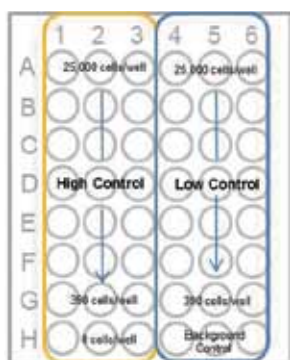

図3 細胞数の最適化の配置例
- 3) マルチチャンネルピペットを用いて 2 倍希釈系列を調製する。High control、Low control 及びバックグランドコントロール (培地のみ) を各々 3 ウェルずつ準備する (図 3)。